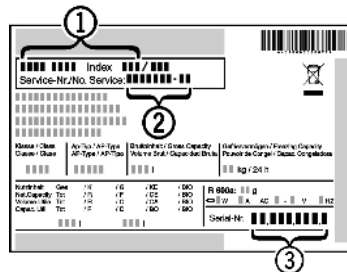

Fig. 12
- ▶ Odczytać z tabliczki znamionowej oznaczenie urządzenia Fig. 12 (1), nr serwisowy Fig. 12 (2) oraz numer seryjny Fig. 12 (3). Tabliczka znamionowa znajduje się po lewej stronie wewnątrz urządzenia.
- ▶ Poinformować serwis i podać opis zakłócenia, oznaczenie urządzenia Fig. 12 (1), nr serwisowy Fig. 12 (2) oraz numer seryjny Fig. 12 (3).